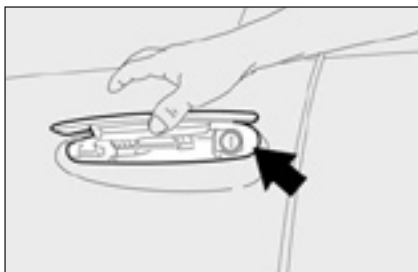

рис. 9
- замок любой двери (вращающийся цилиндр размещен под наружной ручкой дверей, как показано на рис. 9);